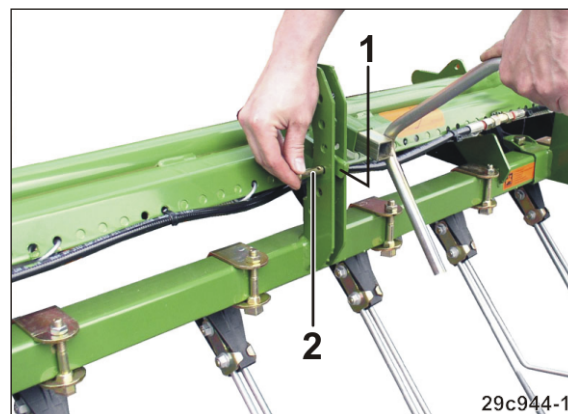

Fig. 97
2. Tensionați pârghia (Fig. 97/1) cu manivela de calibrare.
3. Tensionați levierul (Fig. 97/2) cu manivela.